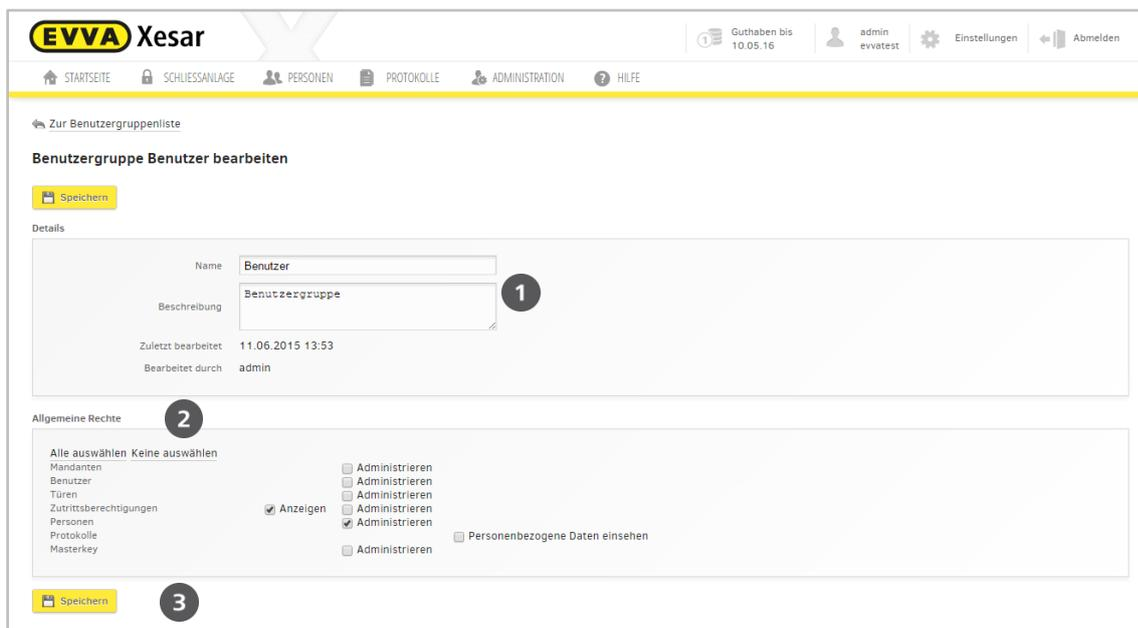

Abbildung 66: Benutzergruppen bearbeiten
- Klicken Sie in der Benutzergruppenliste auf die zu ändernde Benutzergruppe (Abbildung 66: Benutzergruppen).
- Prüfen bzw. ändern Sie die Details (Name, Beschreibung) ❶.
- Korrigieren Sie die aktivierten allgemeinen Rechte ❷.
- **Speichern** Sie die Änderungen ❸.